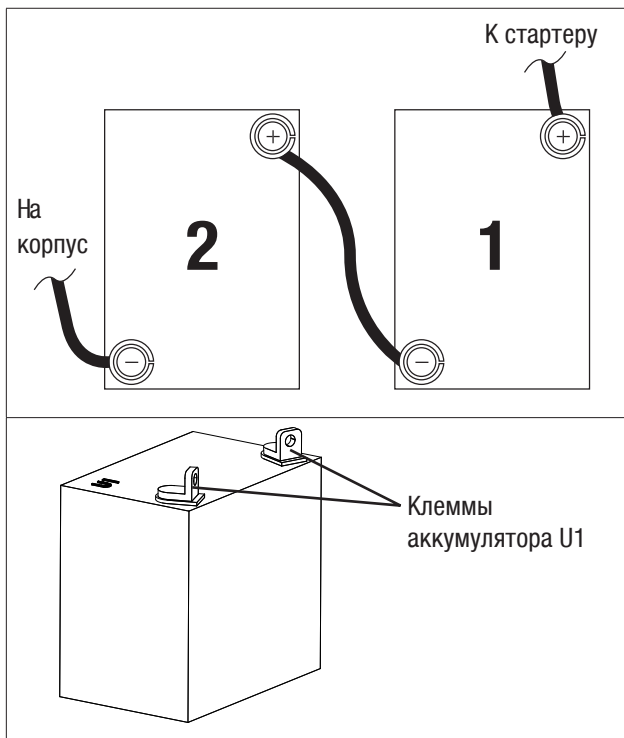

Рисунок 8
Два (2) 12 В аккумулятора Group U1 с током холодной прокрутки не менее 350 А каждый. Размеры аккумулятора: 196 мм x 131 мм x 185 мм (Д x Ш x В). Это обеспечивает работу при пониженных и повышенных температурах в диапазоне от -30° С до +40° С. Аккумуляторы производителем не предоставляются. Сначала подключите (+) кабель. Затем подсоедините кабель, соединяющий (+) клемму одного аккумулятора с (-) клеммой второго аккумулятора. Всегда сначала подключайте (+) кабель к генератору (рисунок 8).